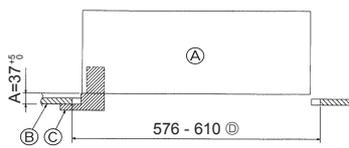

Fig. 6-2
②	Schraube mit unverlierbarer Unterlegscheibe	4	M5 × 0,8 × 28 (mm)
③	Lehre	1
④	Verbindungskabel für Signalempfänger	1	Bei Ausrüstung mit Signalempfänger im Lieferumfang enthalten.
⑤	Verbindungskabel für den i-See-Sensor	1	Bei Ausrüstung mit i-See-Sensor im Lieferumfang enthalten.
⑥	Kabelbinder	2	Bei Ausrüstung mit Signalempfänger im Lieferumfang enthalten.
⑦	Kabelbinder	2	Bei Ausrüstung mit i-See-Sensor im Lieferumfang enthalten.
⑧	Kabellose Fernbedienung	1	Im Lieferumfang enthalten, wenn die drahtlose Fernbedienung vorhanden ist.
⑨	Fernbedienungshalter	1	Im Lieferumfang enthalten, wenn die drahtlose Fernbedienung vorhanden ist.
⑩	LR6-AA-Batterien	2	Im Lieferumfang enthalten, wenn die drahtlose Fernbedienung vorhanden ist.
⑪	3,5 × 16 Gewindeschneid-schrauben	2	Im Lieferumfang enthalten, wenn die drahtlose Fernbedienung vorhanden ist.
6.2. Vorbereitung zum Anbringen des Gitters (Fig. 6-2)